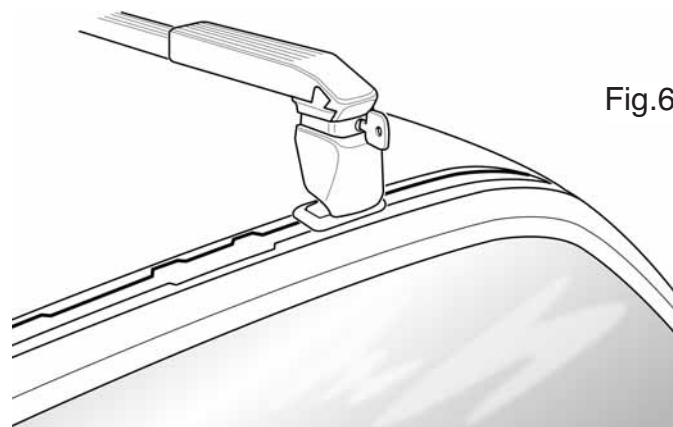

Fig.6
- ① Fare scorrere i terminali in plastica sulle estremità della barra e chiudere (fig.6).